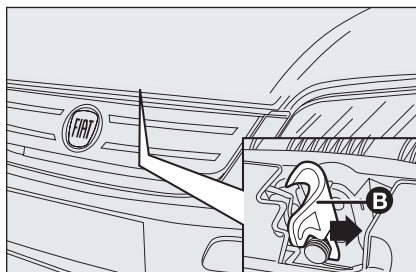

fig. 119
- ☐ déplacer le levier **B-fig. 119** vers la droite, comme indiqué par la flèche ;